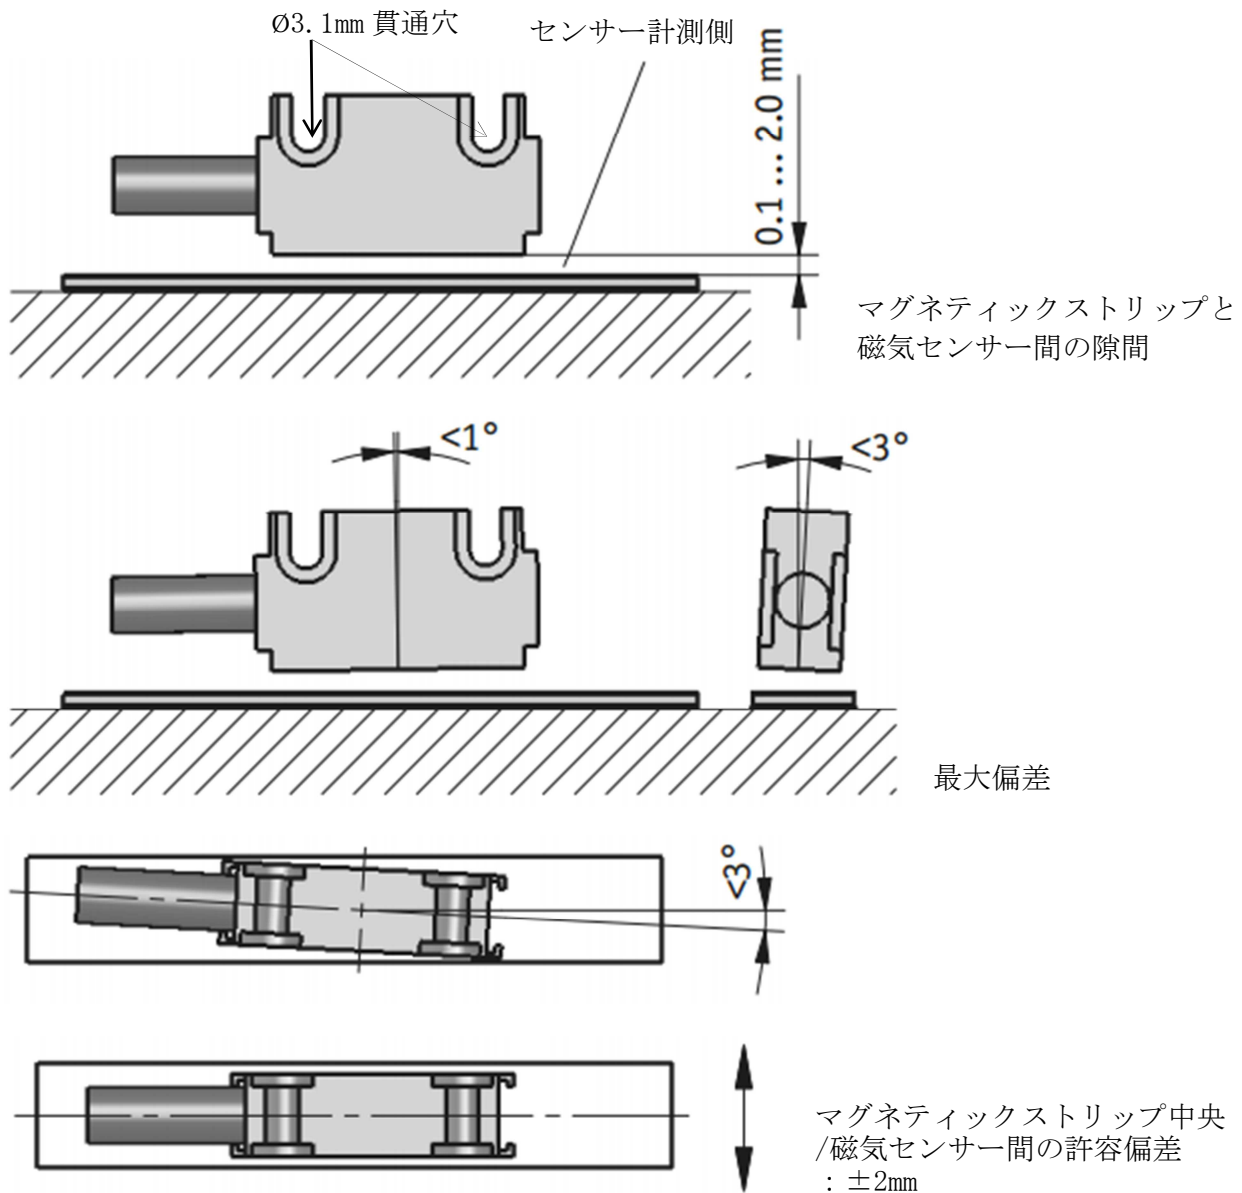

図 7：磁気センサーの取付け
- ・マグネティックストリップとセンサーの隙間、および最大許容偏差を測長域全てにわたって維持してください。（図 7 参照）
- ・磁気センサーの読み取り側がマグネティックストリップに向けて取付けられているか（図 7 参照）